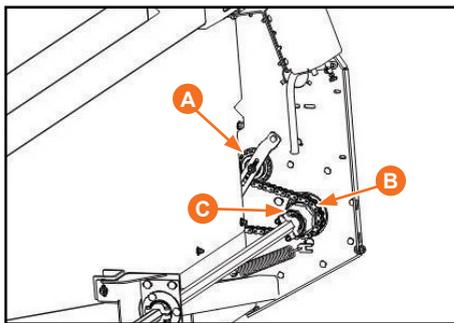
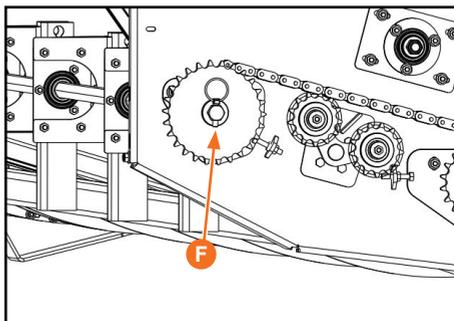

Figura 38
Figura 40
Para uma melhor performance de recolhimento, sempre será necessário ajustar a velocidade do caracol. Para mudar a rotação, a plataforma Brava Elektra possui uma gama de diferentes rotações a seu dispor. Para variar as rotações do caracol, afrouxe o esticador (A), desmonte a corrente do caracol (B), afrouxe o suporte do eixo (D) (Figura 38) e retire o pino trava (F) (Figura 40), na ponta do eixo. Faça a troca da engrenagem através dos 06 parafusos de fixação no limitador de torque (C) (Figura 38).